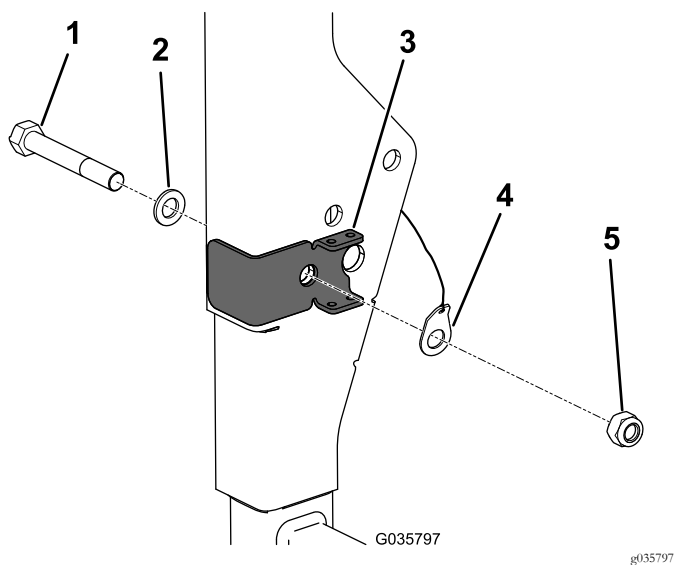

Figura 8
3. Allineate il foro nella staffa del ROPS con il foro nel ROPS e montate il nuovo bullone con la rondella esistente (Figura 8).